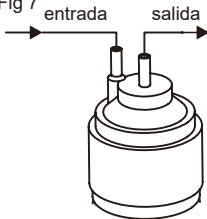

Fig 6
- a. El filtro PP/CTO se refiere a la Fig 6